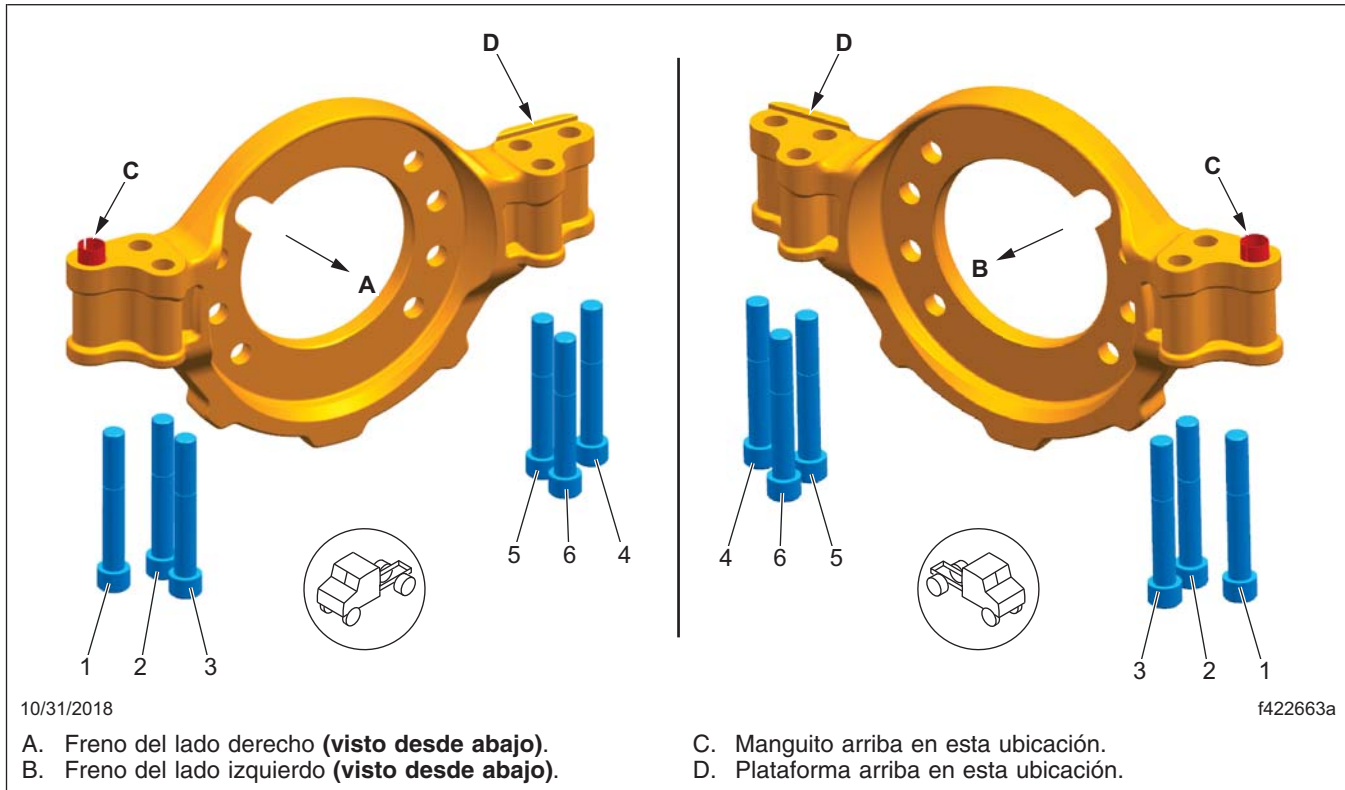

Figura 6, Patrón de apriete de mordazas de montaje radial Bendix (visto desde abajo)
4. Ajuste una llave dinamométrica a 200 lbf (271 N·m) y apriete los pernos de montaje de la mordaza siguiendo el patrón de apriete mostrado en la **Figura 6**. Si no giran, no es necesario ningún trabajo adicional. Si giran, lleve el vehículo a un concesionario Freightliner autorizado para que